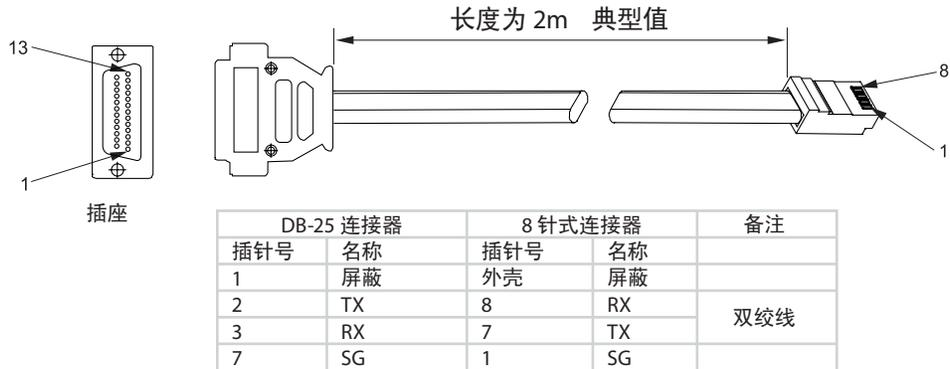

图 7-2: 带有 DB-25 连接器的 RS-232 接线 (型号: GEN/232-25)
2. 选用合适的屏蔽线把后面板的输入连接器与控制器 RS-232 或 RS-485 接口连接起来。图 7-2, 7-3 和 7-4 说明了适用于 RS-232 和 RS-485 的接线。